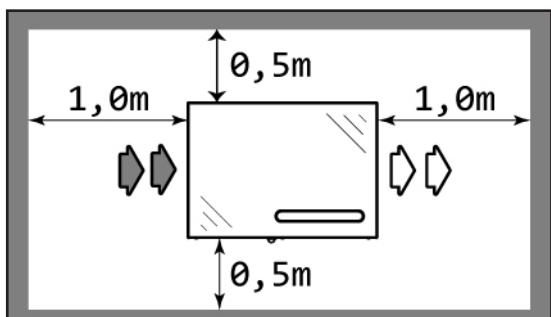

Fig.2 – Posizionamento e distanze minime
*Rispettare le distanze minime d'installazione riportate in Fig.2 e assicurarsi di lasciare sempre libere le griglie d'ingresso e uscita dell'aria.*
*Per rispettare la distanza minima di 0,5 metri di Fig.2 bisogna fare i fori ad almeno 0,8 metri da terra.*